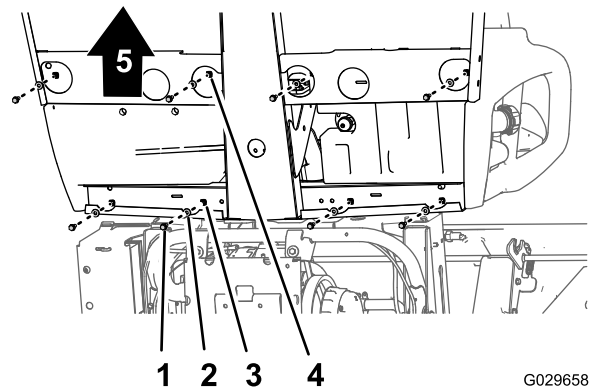
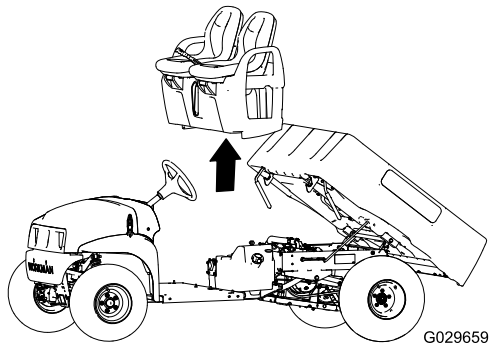

図 44
図 45
1. 車両の下側で、座席ベースをフロアプレートと後キャブチャンネル材に固定しているフランジヘッドボルト8本とワッシャ8枚を外す 図 44。
- 機体から、座席、座席ベース、駐車ブレーキケーブルを注意深く吊り上げる 図 44。
- 座席と座席ベースを機体上に降ろしてブレーキケーブルをシャーシに沿って配置する 図 44 と 図 45。
- 座席ベースについている穴を、フロアプレートの穴と後キャブチャネルの穴に合わせる 図 44 と 図 45。